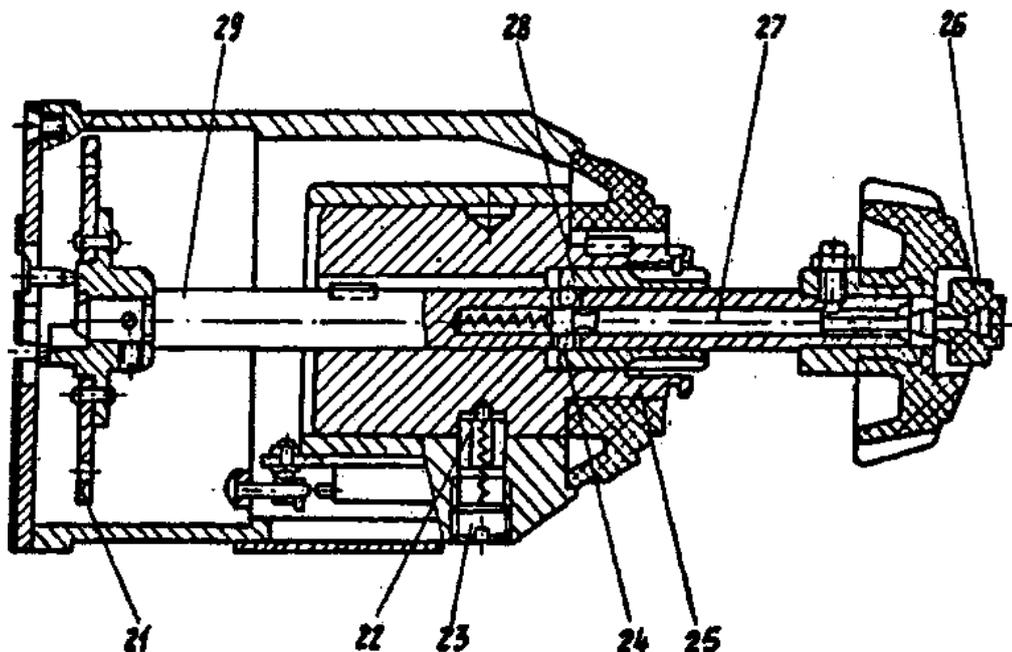

Рис. 19. Механизм переключения подач.
**6.12. Механизм переключения подач** (рис. 19) входит в узел коробки подач. Принцип ее работы аналогичен работе коробки переключения скоростей.